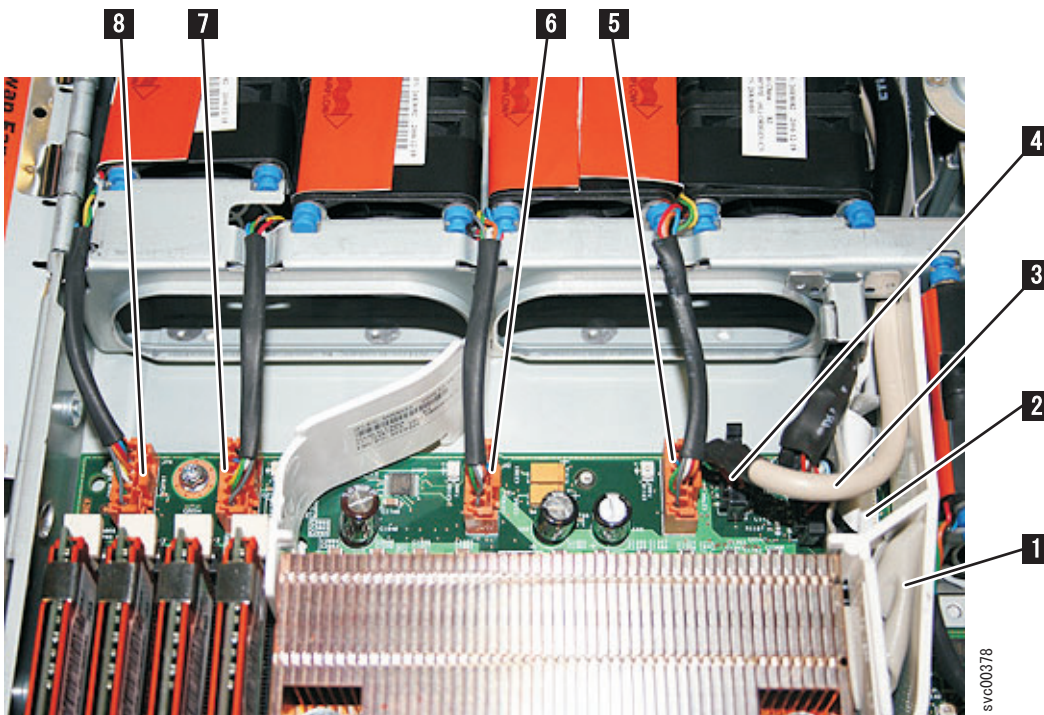

図 283. SAN ポリューム・コントローラ 2145-8G4 システム・ボードの右前面のコネクタ
9. システム・ボードからコネクタを切り離します (図 283 を参照)。システム・ボードの前面右側から、以下を取り外します。